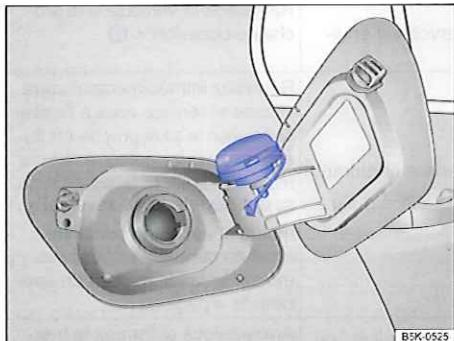

Fig. 204 Trappe à carburant ouverte avec bouchon de réservoir accroché
- Dévissez le bouchon de réservoir en le tournant dans le sens inverse des aiguilles d'une montre et accrochez-le en haut de la trappe à carburant ⇒ fig. 204.